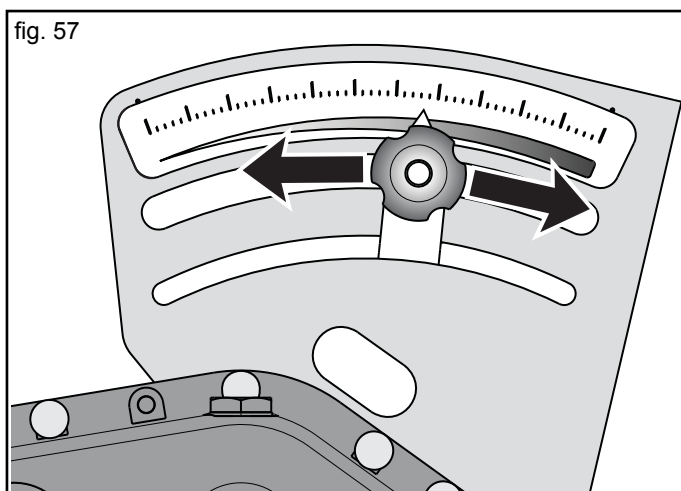

fig. 57
- 7) ... quindi portare la leva a fondo scala «55», riportarla a «0» (zero) poi posizionarla in corrispondenza del valore individuato (in base alla quantità di prodotto da distribuire), agendo sul pomello di regolazione (Fig. 57).